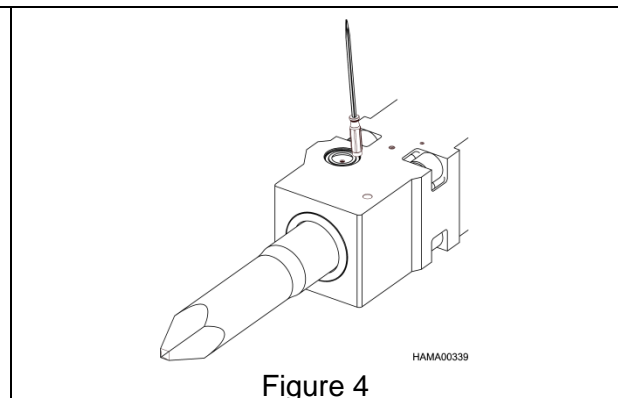

Figure 4
- b. À l'aide de la poignée de la pince ou d'un tournevis, enfoncez le reste du segment dans la rainure, comme illustré à la figure 4.